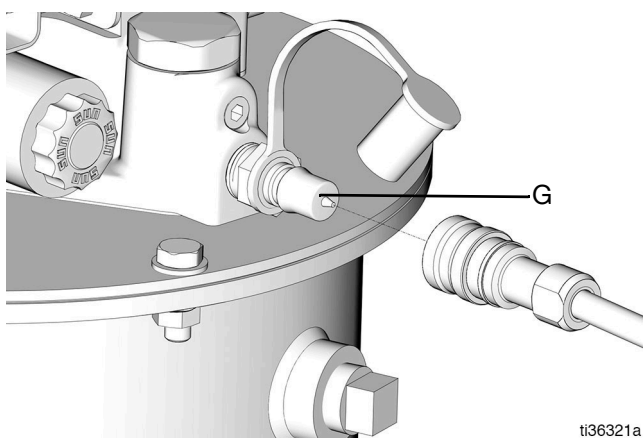

FIG. 18
1. Raccordez le flexible d'alimentation de lubrifiant (JJ) depuis la pompe de la station de remplissage distante (AA) jusqu'à l'orifice de remplissage (G) (FIG. 18).